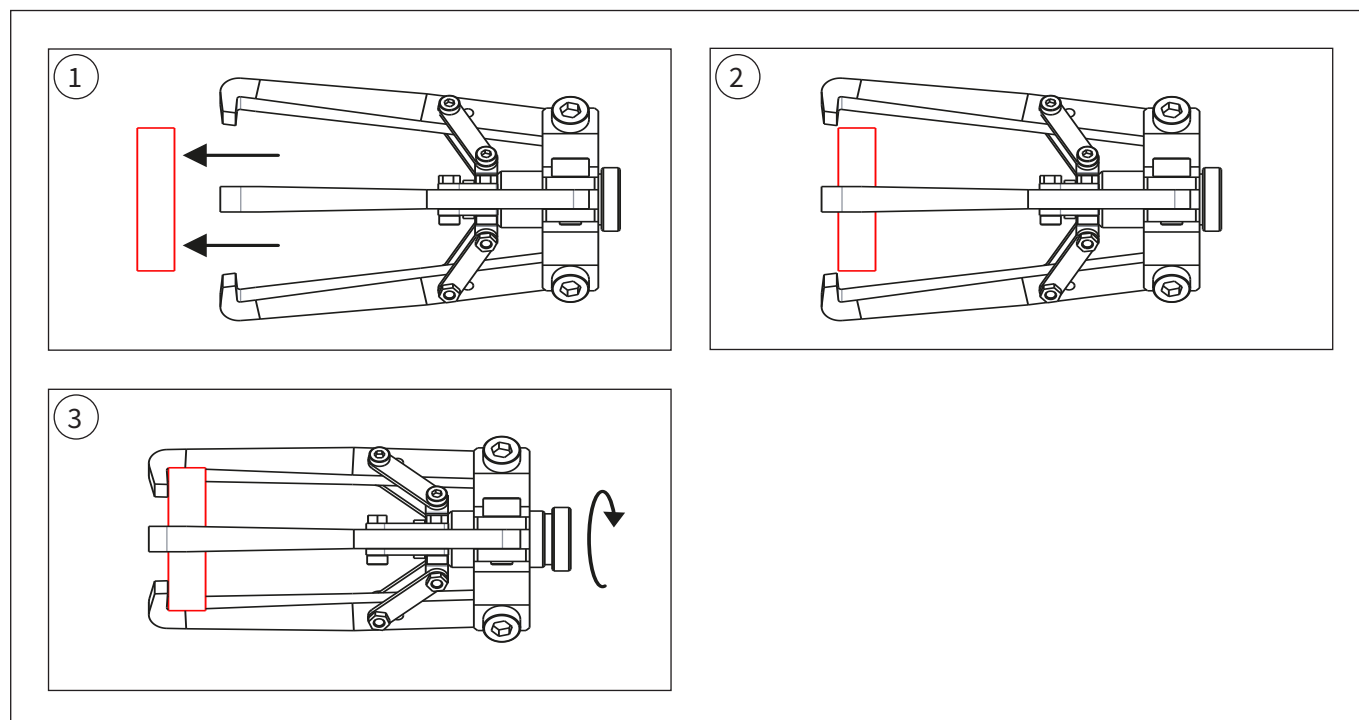

図6: プーラーの操作手順。外部部品の引き出し。
1. プーラーを作業片上に置きます。以下の手順では、図6の1～3を参照してください。